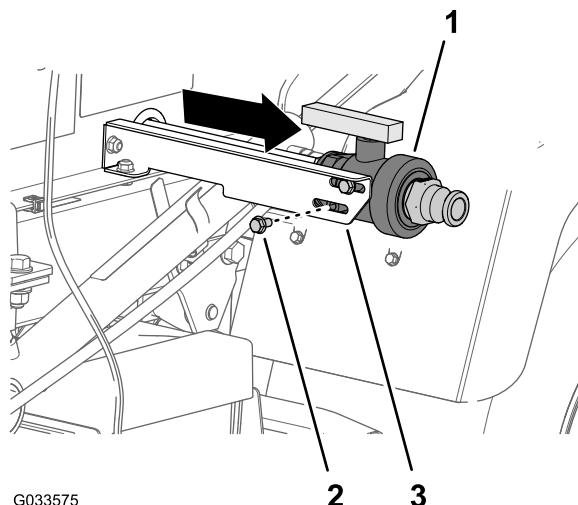

Figura 14
- Montate, senza serrarla, la valvola di spurgo sulla staffa della valvola di spurgo (Figura 14) con i 2 bulloni a testa flangiata (5/16" x 5/8") rimossi al passaggio 2.
- Spostate completamente all'esterno la valvola di spurgo nelle scanalature della staffa e serrate i 2 bulloni a testa flangiata manualmente (Figura 14).